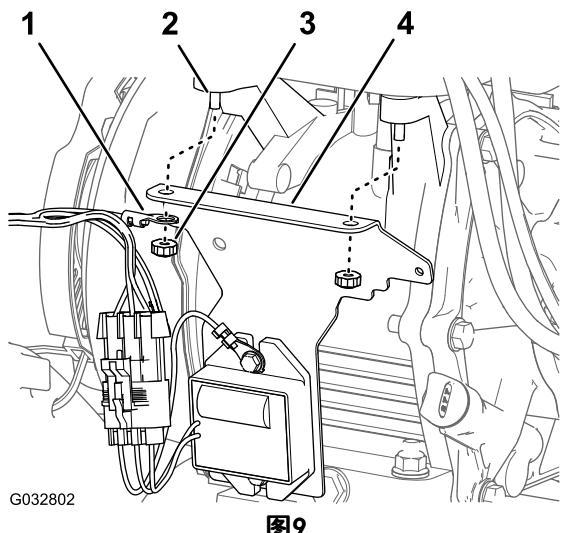

图9
- 1800 或 2100 系列机器——在发动机的背面，卸下将油箱固定至发动机的 2 颗螺母（图9）。
2. 如图9 中所示，将线束的接地端子与用于电压调节器的安装支架左孔短法兰对齐。
3. 将用于电压调节器的安装支架短法兰中的孔与燃油箱的后螺栓对齐（图9）。
4. 使用在步骤 1 中卸下的 2 个螺母，将安装支架和接地端子安装到发动机上（图9）。